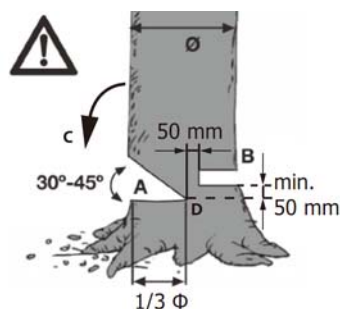

Fig17
Hacer la entalla de tala (Fig. 17)
del diámetro del árbol como se muestra en la Fig. 17. En primer lugar hacer la entalla de tala horizontal inferior (A). Esto evita que la cadena de la sierra o el carril de guía quede atrapada cuando se realiza la segunda entalla de tala.